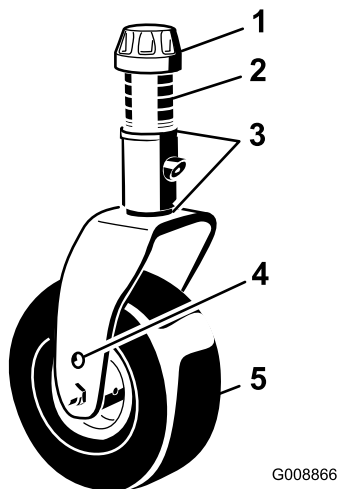
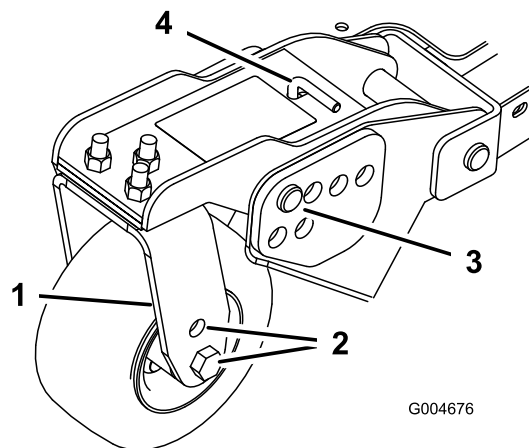
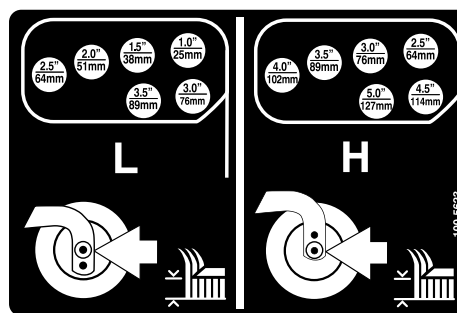

Bild 21
Bild 23
Bild 24
1. Stecken Sie die Laufradachsen in allen Gabeln in die gleichen Löcher (Bild 21 und Bild 23). Siehe die nachstehende Tabelle, um das richtige Loch für die jeweilige Einstellung festzustellen.
- Entfernen Sie die Spannkappe von der Spindelwelle (Bild 21) und ziehen die Spindel aus dem Laufradarm heraus. Schieben Sie zwei Beilagscheiben (3 mm) so auf die Spindelwelle, wie sie ursprünglich montiert waren. Diese Beilagscheiben sind erforderlich, um alle Mähwerke über die Breite auf ein Niveau zu bringen. Schieben Sie die entsprechende Anzahl von Distanzstücken (13 mm) (siehe die nachstehende Tabelle) auf die Spindelwelle, um die gewünschte Schnitthöhe herbeizuführen; schieben Sie dann die Scheibe auf die Welle.
- Entfernen Sie den Splint und den Lastösenbolzen von den Laufradgelenkarmen (Bild 23).
- Drehen Sie die Spannstanze, um den Gelenkarm anzuheben oder abzusenken, bis die Löcher mit den ausgewählten Löchern in der Schnitthöhenhalterung im Mähwerkrahmen ausgerichtet sind (Bild 23 und Bild 24).